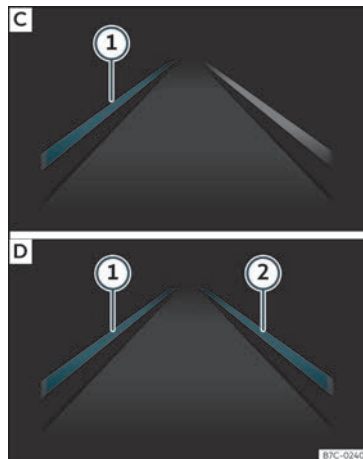

Fig. 224 No ecrã do painel de instrumentos: Indicação no ecrã do sistema de aviso de saída da faixa de rodagem (exemplo 2).
- Fig. 224 [C]: O sistema está a funcionar, a linha destacada ① indica que existia o risco de ultrapassar involuntariamente a linha da faixa de rodagem e está a atuar sobre a direção para corrigir a trajetória.
- Fig. 224 [D]: As duas linhas destacadas ① e ② acendem-se de forma alternada quando as duas linhas de faixa de rodagem são reconhecidas e a função de Orientação adaptativa da trajetória está ativada.